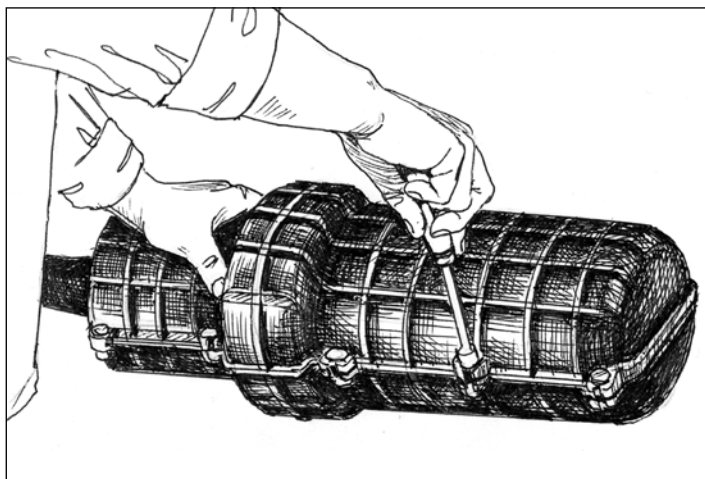

Рис. 3.3. Затяжка болтов при сборке муфты МПЗ
3.3. Установив вторую полумуфту, скрепить полумуфты болтами с шайбами и гайками. Во избежание деформации корпуса муфты затяжку болтов производить по диагонали: в начале с одной стороны, а затем с другой (Рис. 3.3).